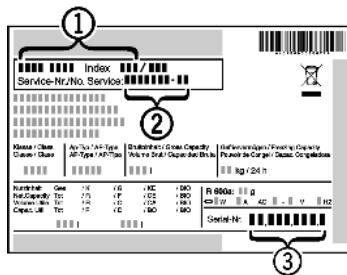

Fig. 21
- ▶ Identificați denumirea aparatului Fig. 21 (1), numărul de service Fig. 21 (2) și numărul de serie Fig. 21 (3) pe marca de fabricație. Marca de fabricație se află pe partea stângă în interiorul aparatului.